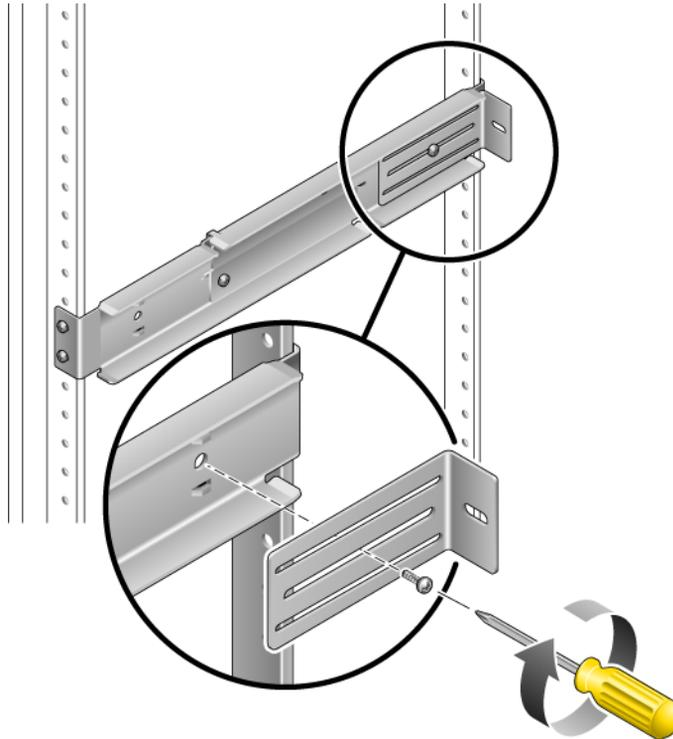

ABBILDUNG 3-18 Anbringen des rückwärtigen Flanschs an der anpassbaren Schiene
8. **Bringen Sie die rückwärtigen Flansche mit einer M5 × 10 SEM-Schraube pro Flansch locker am hinteren Ende der anpassbaren Schienen an (ABBILDUNG 3-18).**
12. Schieben Sie den Server bis zur gewünschten Tiefe in das Rack ein und drücken Sie dann von hinten die rückwärtigen Flansche bündig an die Serverrückseite (ABBILDUNG 3-18).
14. Stellen Sie die rückwärtigen Flansche auf die gewünschte Tiefe im Rack ein, ziehen Sie dann die einzelne M5 × 10 SEM-Schraube an den Flanschen zur Befestigung an den anpassbaren Schienen fest (ABBILDUNG 3-18).